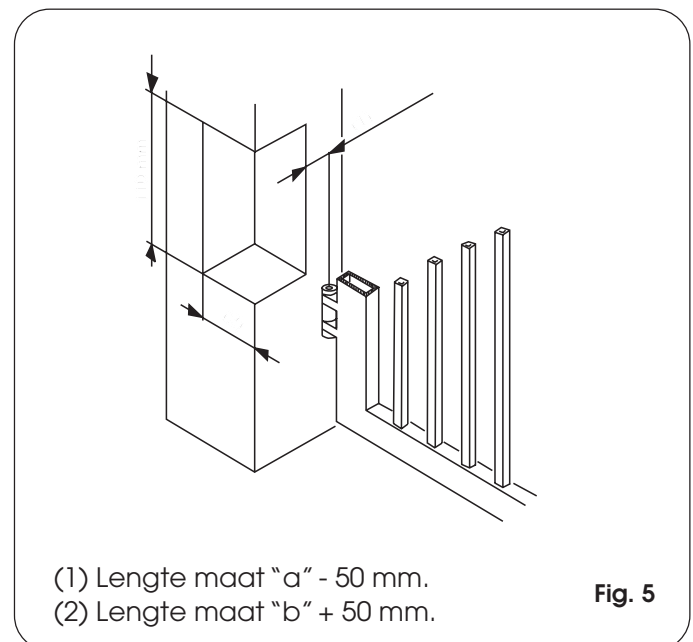

Fig. 5
- als het vanwege de afmetingen van de pilaster of de positie van de scharnier (maat **d**) niet mogelijk is de maat **a** binnen de gewenste afmeting te houden, moet er een nis in de pilaster worden gemaakt zoals op fig. 5;